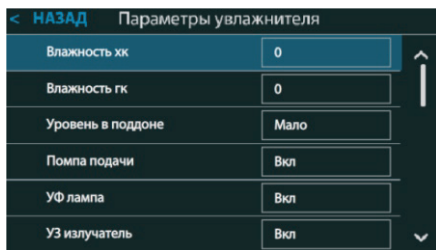

Рисунок 24 – Параметры увлажнителя
6.4.5 Параметры увлажнителя (рисунок 24)